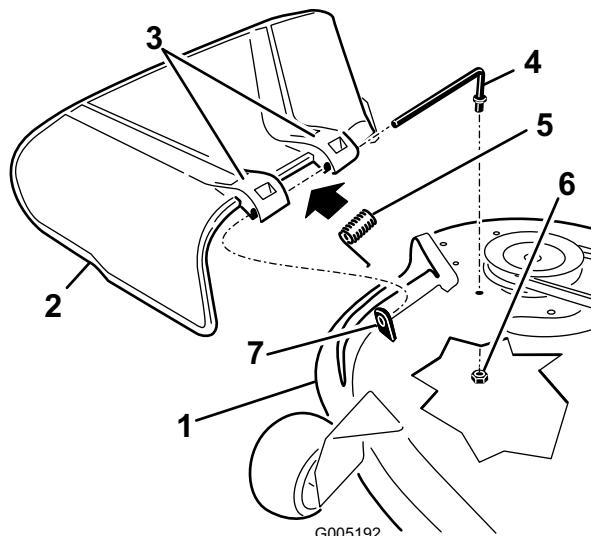

Figure 45
1. Repérez les éléments illustrés dans la Figure 45.
2. Retirez l'écrou (3/8 pouce) de la tige, sous le plateau de coupe (Figure 45).
3. Sortez la tige de la courte cheville de positionnement, de la rondelle-frein intérieure, du ressort et du déflecteur d'herbe (Figure 45). Enlevez le déflecteur s'il est endommagé ou usé.
4. Reposez le déflecteur d'herbe et la rondelle-frein intérieure (Figure 45).
6. Placez le ressort sur la tige, les fils d'extrémité dirigés vers le bas, entre les supports du déflecteur d'herbe. Insérez la tige dans le deuxième support du déflecteur d'herbe et la rondelle-frein intérieure (Figure 45).
7. Insérez la tige à l'avant du déflecteur dans la courte cheville de positionnement sur le plateau. Fixez l'extrémité arrière de la tige dans le plateau de coupe à l'aide d'un écrou (3/8 pouce) (Figure 45).